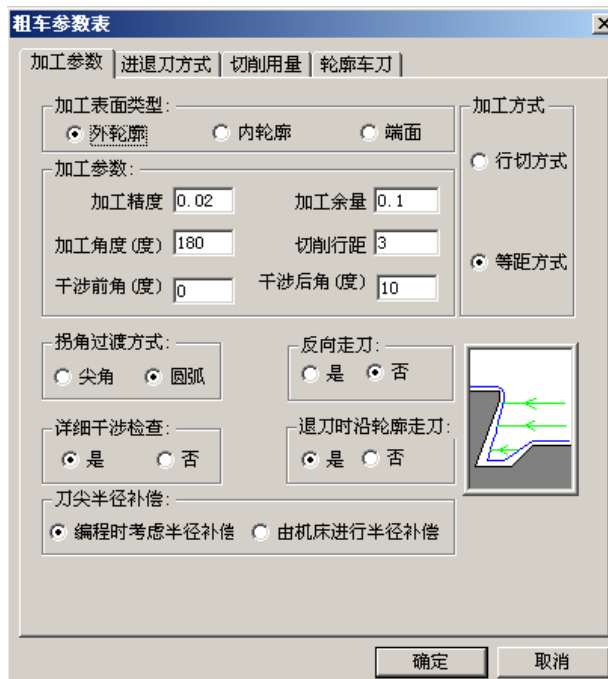

图 18-5 轮廓粗车加工参数表
- (3) 填写参数表：在图 18-5 所示对话框中填写参数表，填写完参数后，拾取对话框“确认”按钮。
- (4) 拾取轮廓，系统提示用户选择轮廓线